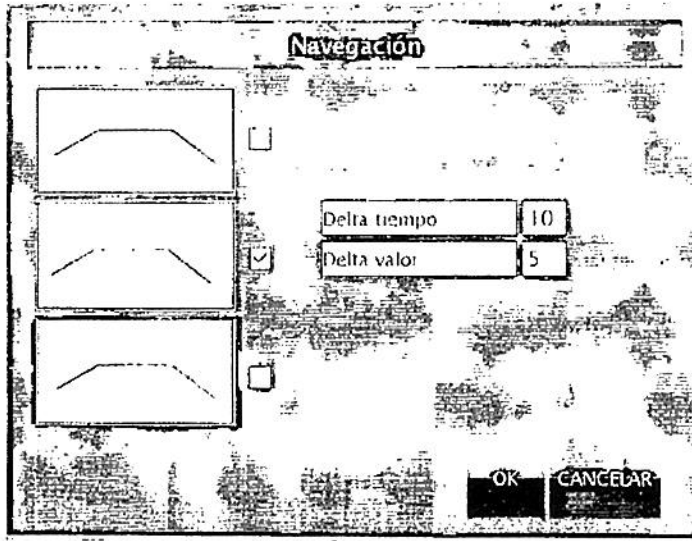

Figura 11: Pantalla de navegación que permite seleccionar el color de VO2i.
- El color de la curva asociada a VO2i se puede configurar (figura 11) para que aparezca:
- Cuando la zona central muestra la tabla y la gráfica seleccionadas con el botón de una medida asociada a la visualización en modo Navegación, es decir, resaltando mediante colores la evolución de la medida (por ejemplo: VO2i), a la izquierda de la tabla aparecerá un botón que abre una subpágina para configurar la función Navegación (figura 11).